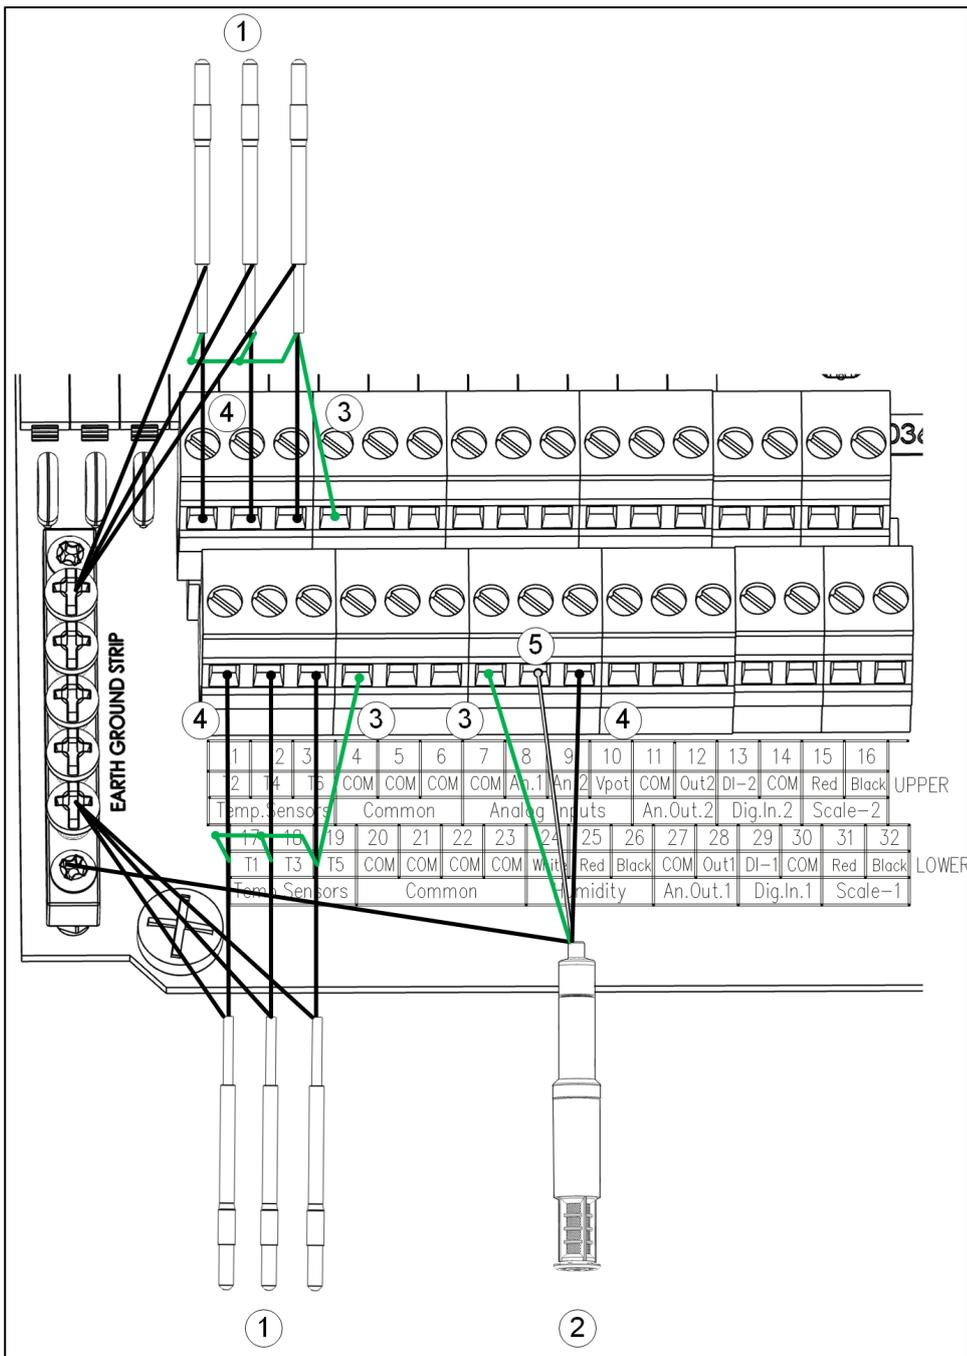

Figura 10: Fiação de terminal: Sensores de temperatura e umidade
- Figura 10: Fiação de terminal, página 100